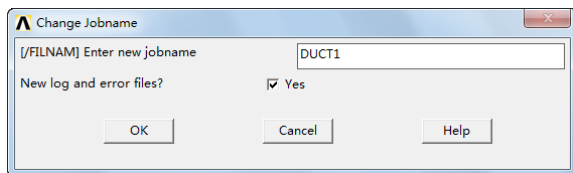

图 5-4 输入工作名对话框
①定义工作文件名：依次选择 Utility Menu→File→Change Jobname，会出现“Change Jobname”对话框，在对话框中输入工作文件名“DUCT1”，并将“NEW log and error files”设置为“Yes”，如图 5-4 所示，单击“OK”按钮关闭对话框。